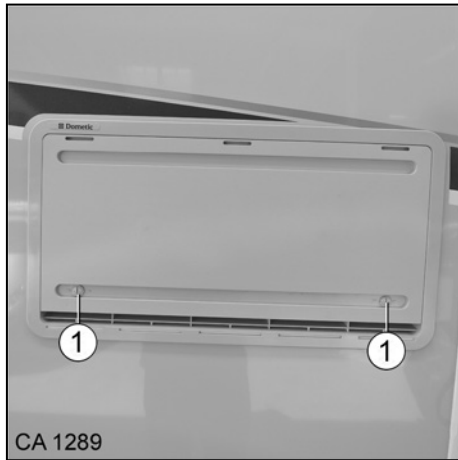

Fig. 152 Recouvrement d'hiver du frigo
1. A l'aide d'un objet plat (clé du véhicule par ex.), placer les verrous rotatifs (Fig. 152/1) horizontalement.
2. Placer les verrous rotatifs (Fig. 152/1) verticalement.